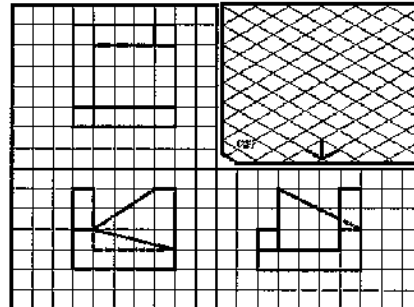

図12
- 問2 図12の投影図(正面図・平面図・右側面図)で示した品物の立体図(等角図)をかけ。ただし、大きさは投影図の目盛りの数に合わせる。